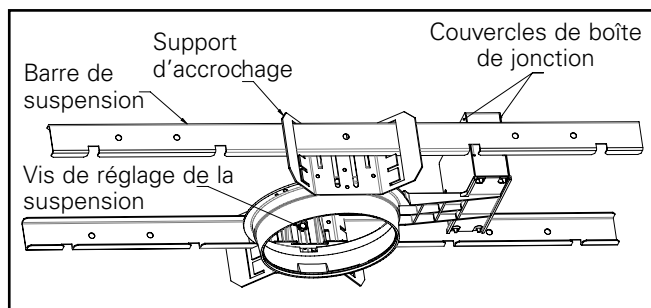
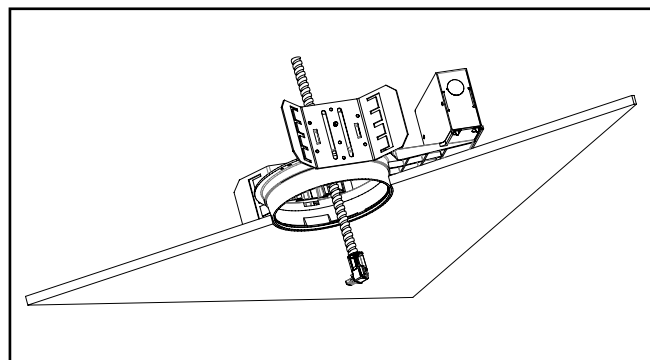

Figure 1
Figure 2
2. Vis de réglage du crochet : Ajustez les vis de réglage du crochet (Figure 1) de façon à ce que le bas de l'anneau à plâtre affleure la surface du plafond fini. (Figure 2) Le support de suspension est réversible pour permettre un ajustement complet de 12,7 cm (5 po).
1. Insérez l'extrémité de la conduite flexible dans l'ouverture de la structure d'ouverture du plafond exposant la partie supérieure du raccord de débranchement rapide (Figure 2).